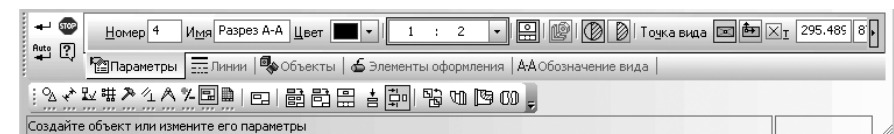

Рис. 3.114. Панель свойств: Разрез/сечение, Компактная панель и Строка сообщений
- щелкните в **Компактной панели** по кнопке переключателя – **Ассоциативные виды**, а затем в появившейся панели инструментов по кнопке – **Разрез/сечение**. Появится соответствующая **Панель свойств: Разрез/сечение** с четырьмя вкладками: **Параметры**, **Линии**, **Штриховка**, **Обозначение вида** (рис. 3.114).
- щелкните в контекстном меню по пункту **Параметры вида**. Появится **Панель свойств: Разрез/сечение** (см. рис. 3.114);